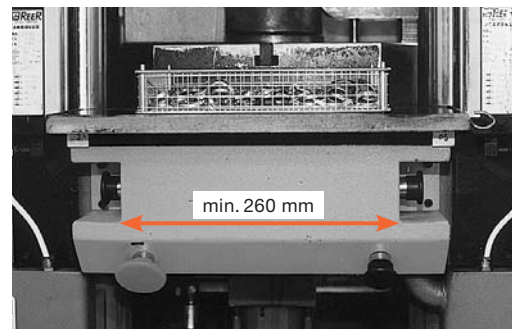

Bild 6: Zweihandauslösung. Zwischen den Tasten muss ein Abstand von mindestens 260 mm bestehen. Die Tasten sind in Nischen angeordnet.
- Zweihandschaltung (Bild 6)
Folgende Anforderungen müssen erfüllt sein (Bild 6):